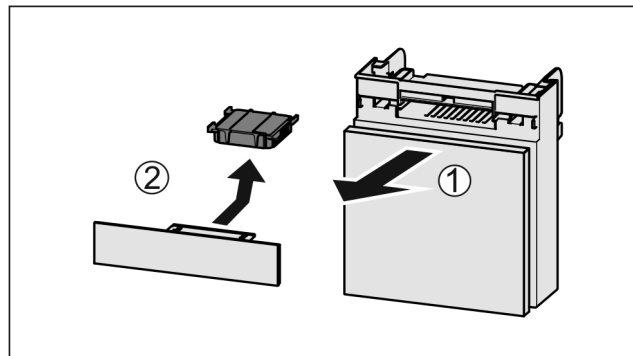

Fig. 72
- ▶ Vytiahnite zásuvku smerom dopredu Fig. 72 (1).
- ▶ Vyberte aktívny uhlíkový filter Fig. 72 (2).